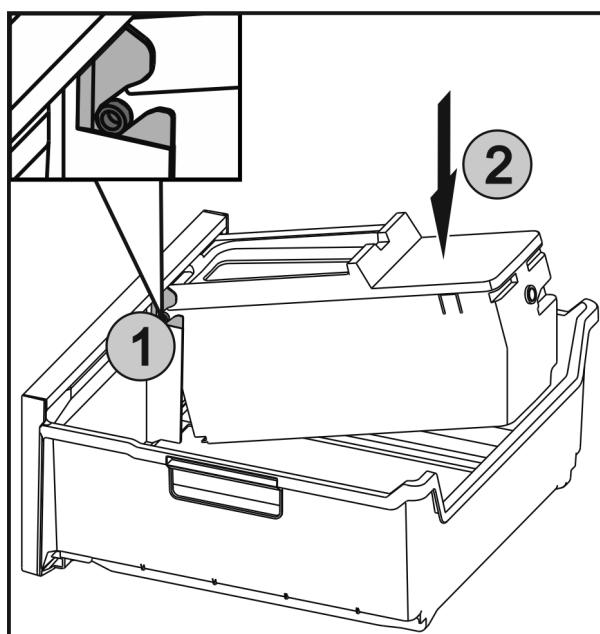

Fig. 66
- Вставить оси Fig. 66 (1) на EasyTwist-Ice в направляющие и вдавить заднюю сторону Fig. 66 (2) до фиксации накладки.